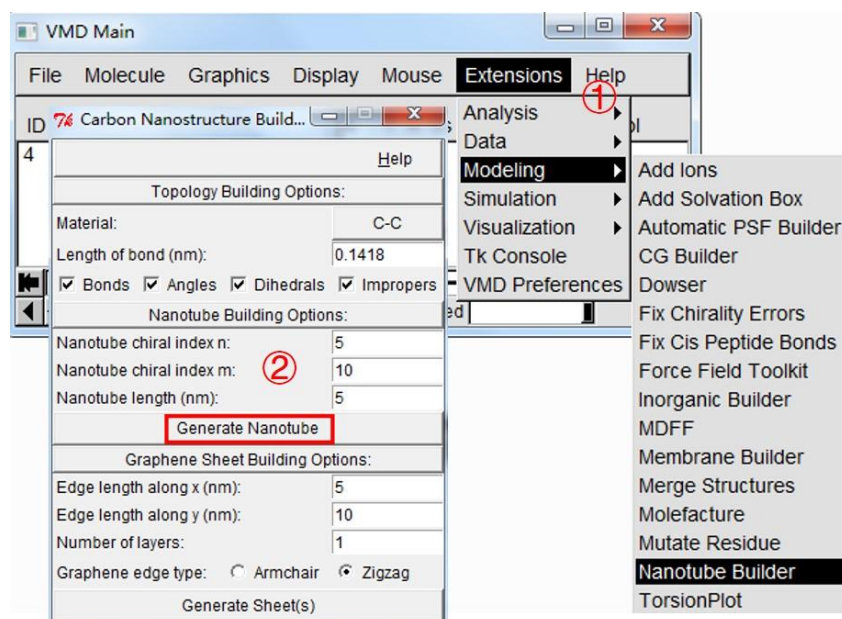

图 1. 构建纳米管
1) 在 VMD 软件中构建纳米管：Extensions→Modeling→Nanotube Builder (如图 1)。
2) 使用类似图 1 的方法打开 VMD Tk Console: Extensions→Tk Console。在 Tk Console 中使用 cd 命令切换到含有文件“nanotube.pdb”和“parameter.dat”的目录，例如：
命令运行会生成 “channel_radii.dat”，“dot.vmd_plot” 和 “surf.vmd_plot”文件。“dot.vmd_plot”和“surf.vmd_plot”可通过 VMD 软件展示通道表层。类似图 1 的方式打开 VMD Tk Console：Extensions→Tk Console。然后运行以下命令：
2) 本运算也会生成“channel_radii.dat”, “dot.vmd_plot” 和 “surf.vmd_plot”文件。类似图 1 的方式打开 VMD Tk Console：Extensions→Tk Console。然后运行以下命令：
2) 本次运算也会生成 “channel_radii.dat”, “dot.vmd_plot” 和 “surf.vmd_plot” 文件。类似图 1 的方式打开 VMD Tk Console : Extensions→Tk Console。运行以下命令: